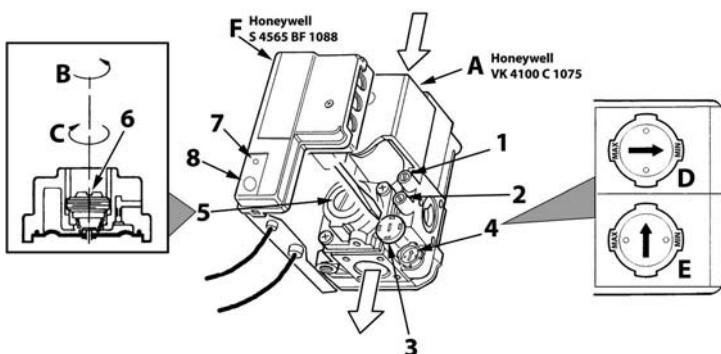

рис. 17 - Регулирование давления
На котле PEGASUS D можно регулировать тепловую производительность топки и, следовательно, тепловую мощность, передаваемую воде системы отопления; это делается исключительно путем регулировки основной горелки с помощью газового вентиля (см. рис. 17). На графиках, приведенных в параграфе сар. 5.2, показано изменение передаваемой воде тепловой мощности в зависимости от изменения рабочего давления горелки. Возможность приведения мощности котла в соответствие с реальными потребностями отопления означает, прежде всего, снижение потерь и экономии топлива. Кроме того, при регулировке мощности, регламентированной также стандартом, котлы сохраняют значения КПД и характеристики сгорания почти без изменений.
- С помощью небольшой отвертки снимите защитный колпак 5 вторичного привода газового вентиля рис. 17.
- Подключите манометр к клемме давления 2 (рис. 17), расположенной после газового вентиля, затем переведите ручку термостата котла на максимум.
- Регулируйте давление с помощью винта 6 (рис. 17) на желаемое значение, руководствуясь диаграммами, приведенными в параграфе сар. 5.2.
- Снимите с газового вентиля маленький защитный колпак 3 (рис. 17). С помощью маленькой отвертки регулируйте "СТУПЕНЬ" розжига на основании выбранного для работы газа (G20-G25 положение рис. 17 или G30-G31 положение E рис. 17); установите защитный колпак на место.
- Спустите воздух из газопроводных труб через штуцер отбора давления 1 газового вентиля (рис. 17).